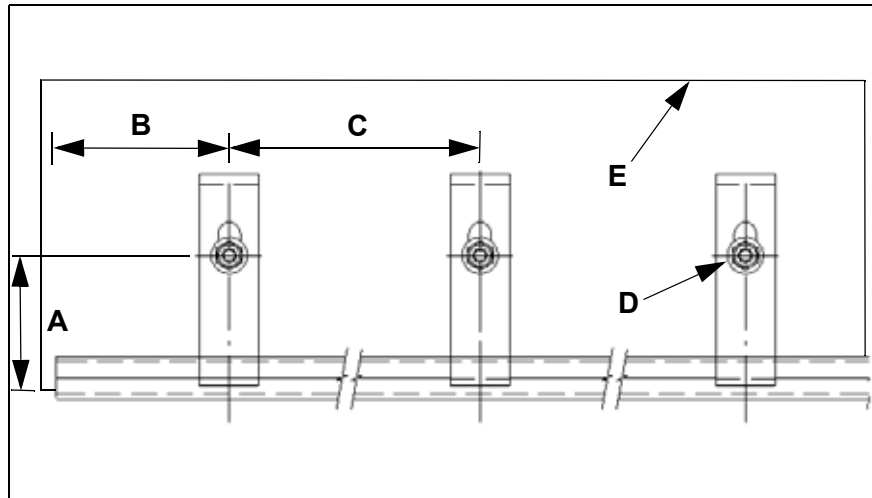

Abb. 2: Seitenansicht Winkelklemmenpositionen
2. Eine Linie 162 mm (180 mm für 45° Muldungswinkel) auf der Schurrenwand (E, Abb.2) parallel oberhalb zur Unterkante Schurrenwand anreißen (A, Abb.2).
3. Entlang dieser Linie, beginnend 150 mm (B, Abb.2) vom Ende der Schurrenwand, alle 305 mm (C, Abb.2) eine Markierung setzen.
4. An diesen Markierungen (D, Abb.2) die M12 Schweißbolzen senkrecht anschweißen.
3. Den oberen Teil der Sekundärabdichtleiste mit den Winkelklemmen von Martin Engineering (oder ähnlichem) gegen die Schurrenwand festklemmen. Dabei darauf achten, dass der Winkel der Winkelklemme (Seite 14, Abb.2) mittig auf der Seitenabdichtung sitzt.